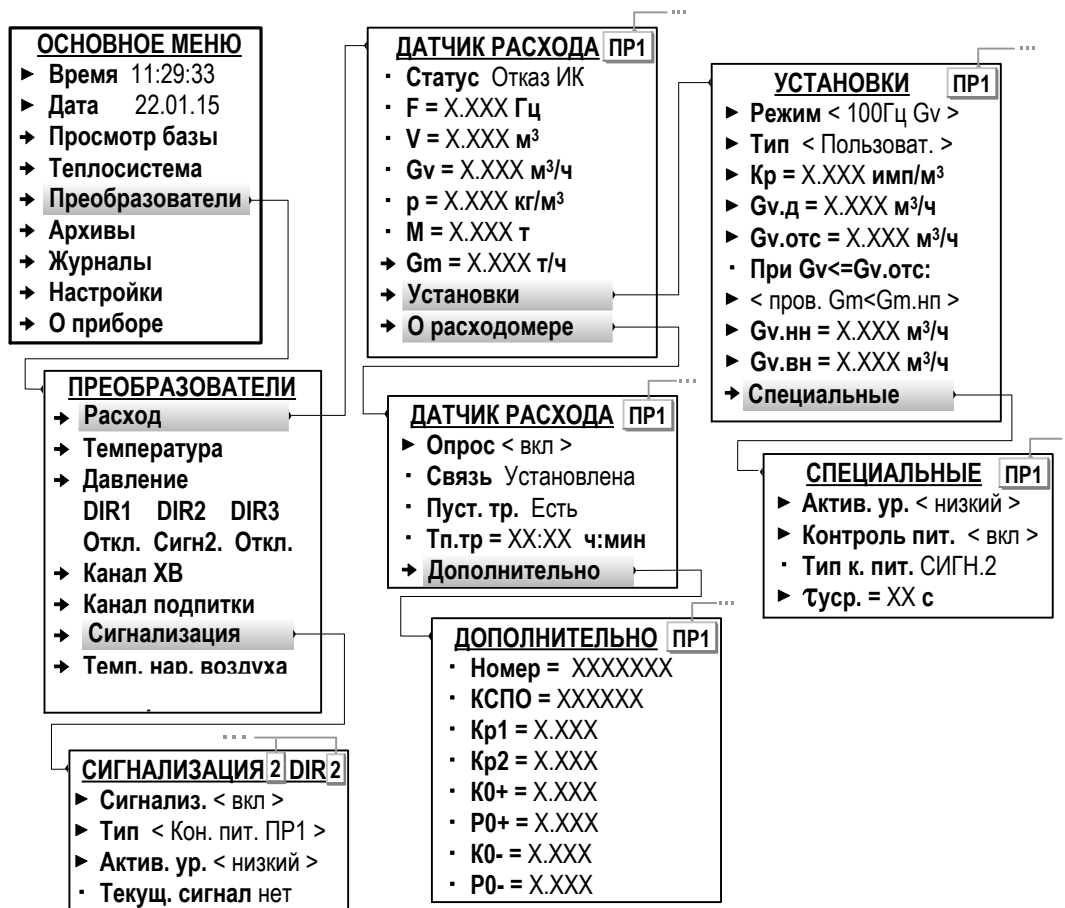

Рис.24. Вид меню установочных параметров ПР (режим СЕРВИС).
Отсутствие сигнала соответствующего уровня от ПР в течение **тпров** определяются как **Отказ ИК** (Отказ измерительного канала – меню **Преобразователи / Расход** параметр **Статус**, рис.24).
Контроль питания расходомера также может быть назначен в меню **Преобразователи / Сигнализация** (рис.24). В этом случае в меню **Преобразователи / Расход / Установки / Специальные** будет индицироваться строка **Тип к. пит. СИГН.1(2,3)**.
7.5.2.4. Для ПР, физически подключенных к входу «RS485.ПРИБОР» и программно подключенных к ТВ по интерфейсу RS-485 (п.7.3.4.3) в меню **О расходомере** (рис.24) появляются дополнительные строки: